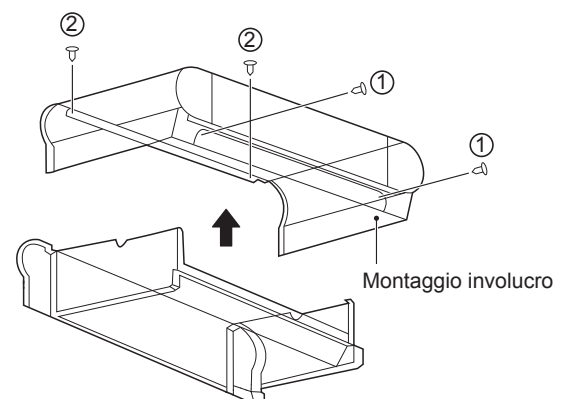

Figura 5-17 Rimozione dell'involucro
- Rimuovere le viti come illustrato in Figura 5-17 ①\*2 e ②\*2 e quindi l'involucro.